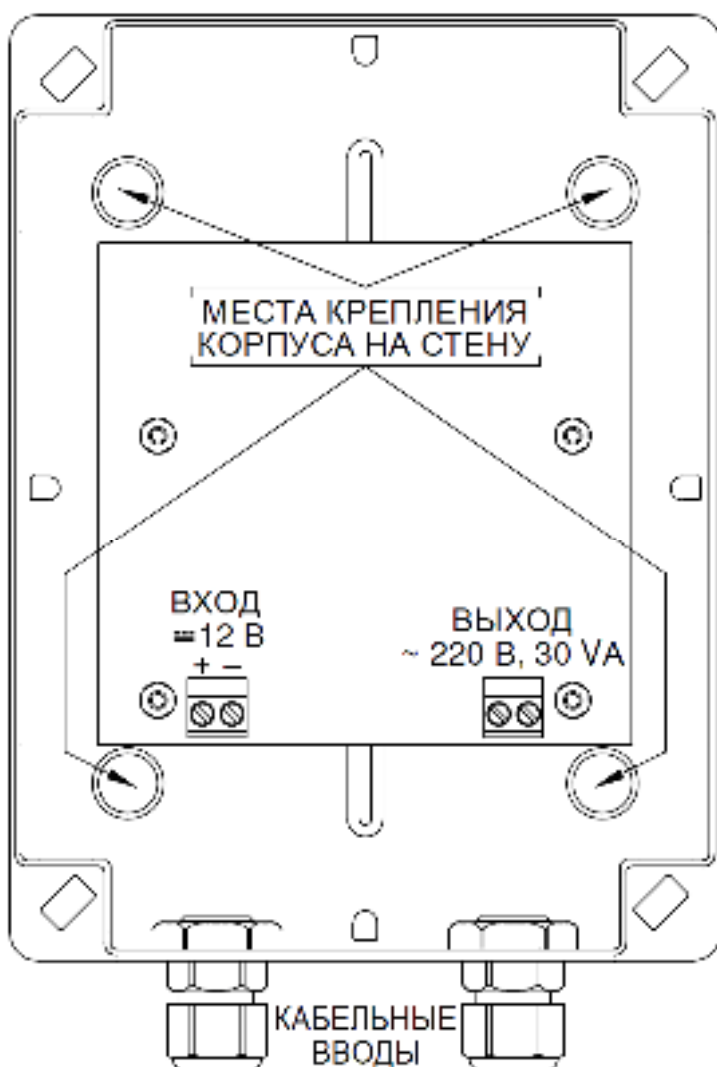

Рисунок 1 - вид изделия с открытой крышкой
Конструктивно изделие выполнено в виде печатной платы, помещенной в герметичный пластиковый корпус (см. рис. 1).
Выполнить разметку крепежных гнезд на несущей поверхности в соответствии с расположением крепежных отверстий на задней стенке корпуса изделия (см. рис. 1). После выполнения крепежных гнезд, закрепить изделие в вертикальном положении таким образом, чтобы кабельные входы находились внизу. Подвод кабельных линий осуществляется через герметичные кабельные входы, расположенные на нижней стенке корпуса.
Выполнить подключение внешних цепей к изделию в соответствии с назначением клемм подключения (Рисунок 1) в следующей последовательности:
- Проверить правильность произведенного монтажа в соответствии с рис. 1;